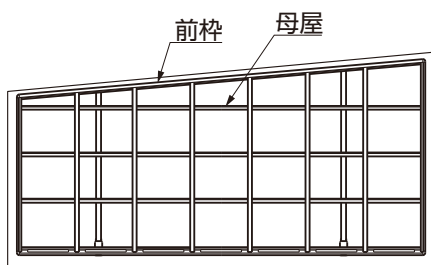

図1
- 前枠が母屋と重ならないように施工してください。(図1参照)